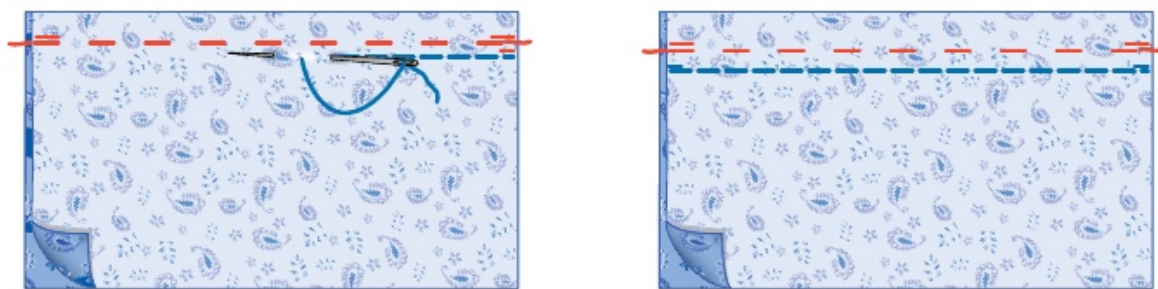

Рис. 131. Стачивание двух деталей
2. Проложить строчку петлеобразных ручных стежков (назад иглу) длиной около 3 мм точно по намеченной линии шва (рис. 131).
- 3) Стачайте вручную детали по линии шва петлеобразными стежками (назад иглу) ниткой синего цвета в одно сложение (на рис. 131 и 133, в — нитка синего цвета).